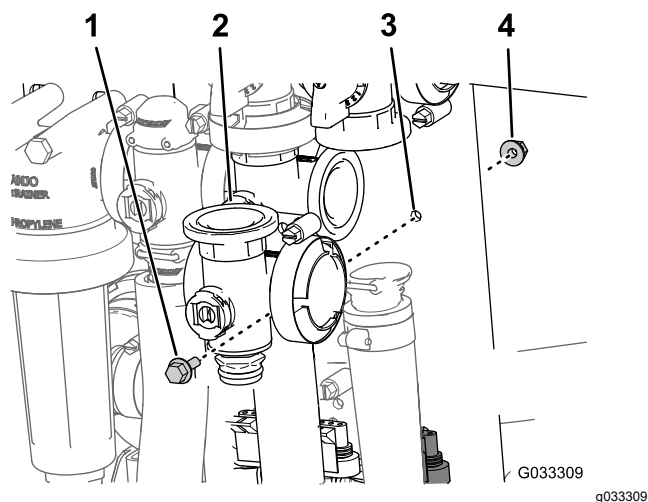

Figure 72
- Retirez le boulon à embase et le contre-écrou à embase qui fixent la vanne principale au support, puis déposez le collecteur de la machine (Figure 72).